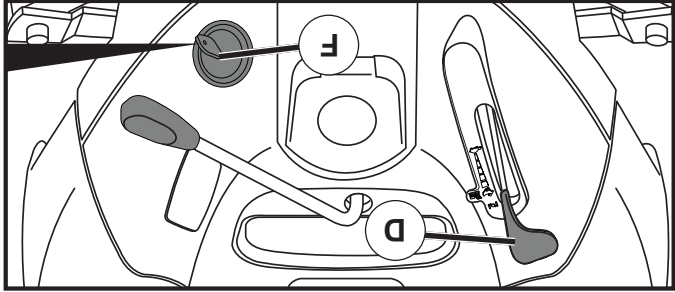

Fig. 7
- Mueva la palanca de cambios (J) a la posición de neutro. MOTOR -
- Mueva el control de aceleración (D) a la posición rápida.
- Gire la llave de ignición (F) a la posición de apagado "STOP" y remueva la llave al abandonar el tractor para evitar el uso no autorizado.
### PARA USAR EL CONTROL DE LA ACELERACIÓN (D) (Vea Fig. 7)